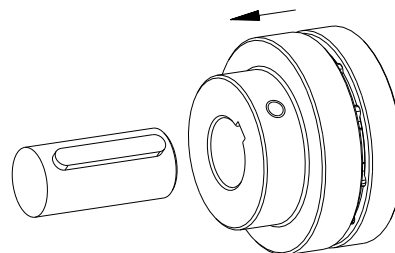

図 32: 組立てた部品の取付け
- 組立てた部品をもう一方の軸に取付けて下さい。(図 32 をご参照)